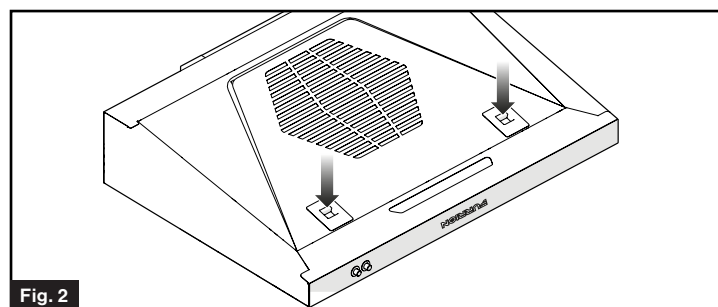

Fig. 2
2. Appuyez sur les languettes de libération de deux sur la couverture de la grille pour la dégager de la hotte. (Fig. 2)